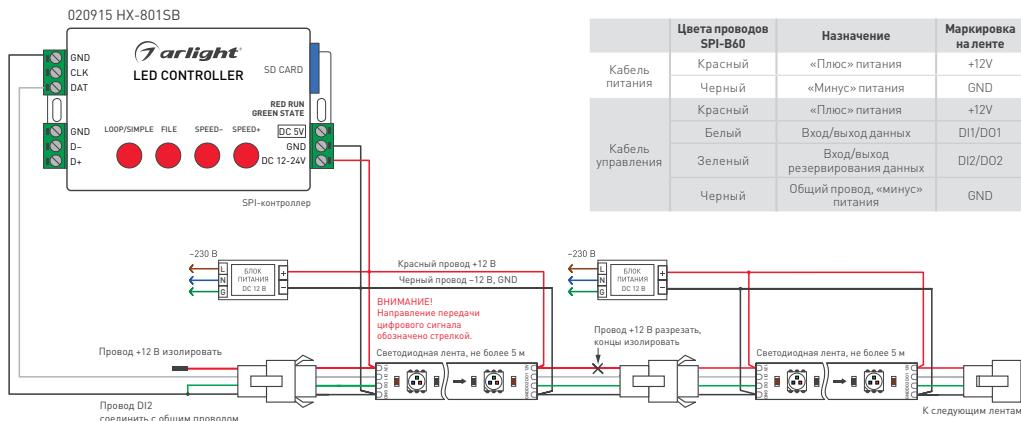

Рис. 1. Схема подключения ленты с использованием SPI-контроллера с одним выходным портом и использованием раздельных блоков питания
- ↗ Подключите ленту в соответствии со схемой (рис. 1). Соблюдайте полярность подключения и направление передачи сигнала (вход/выход). Обращайте внимание на маркировку, нанесенную на печатную плату и на цвета соединительных проводов.
- ↗ Подключите ленту согласно схеме (рисунок 1).